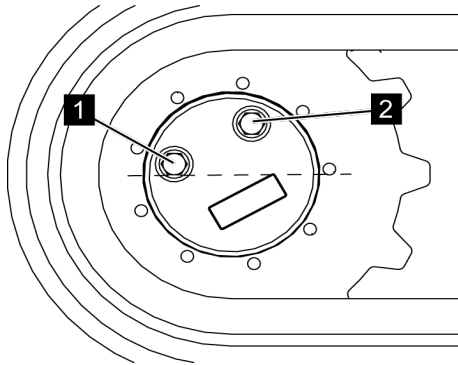

Fig. 162: Bien serrer les raccords vissés
9. ➤ *Bien resserrer les raccords vissés (Voir la Fig. 162/1 et 2) avec les joints ou les rondelles en cuivre.*